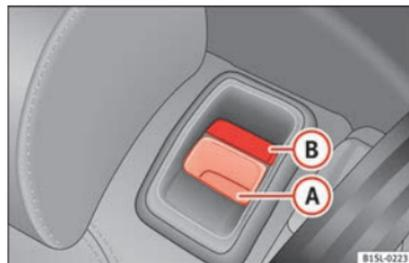

Abb. 136 Rücksitz: Entriegelungstaste **(A)**; rote Markierung **(B)**.
- Entriegelungstaste » **Abb. 136 (A)** nach vorn ziehen und gleichzeitig die Rücksitzlehne vorklappen.